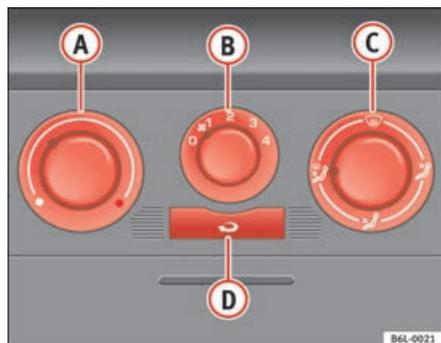

Fig. 92 Sur le tableau de bord : éléments de commande du chauffage
- Tournez le régulateur de température ⇒ fig. 92 **A** vers la gauche.
- Tournez le régulateur de température ⇒ fig. 92 **A** vers la droite pour sélectionner la puissance calorifique souhaitée.
- Tournez le régulateur de température ⇒ fig. 92 **A** vers la droite jusqu'au niveau maximal de puissance calorifique.
- Tournez le régulateur de température ⇒ page 126, fig. 92 **A** vers la zone de chauffage.